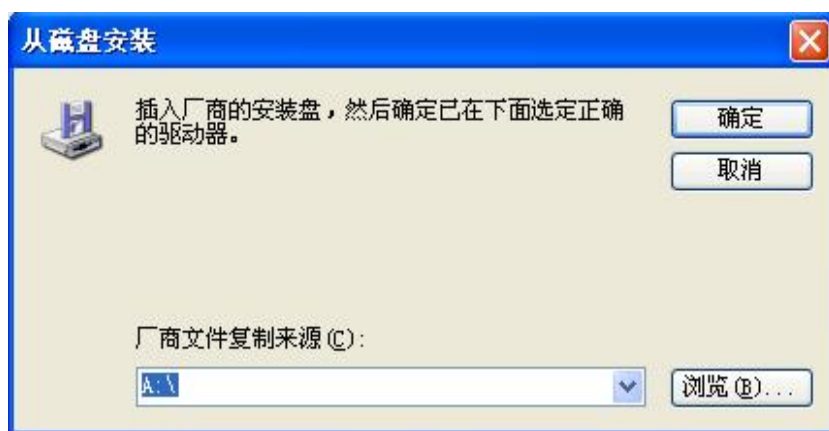
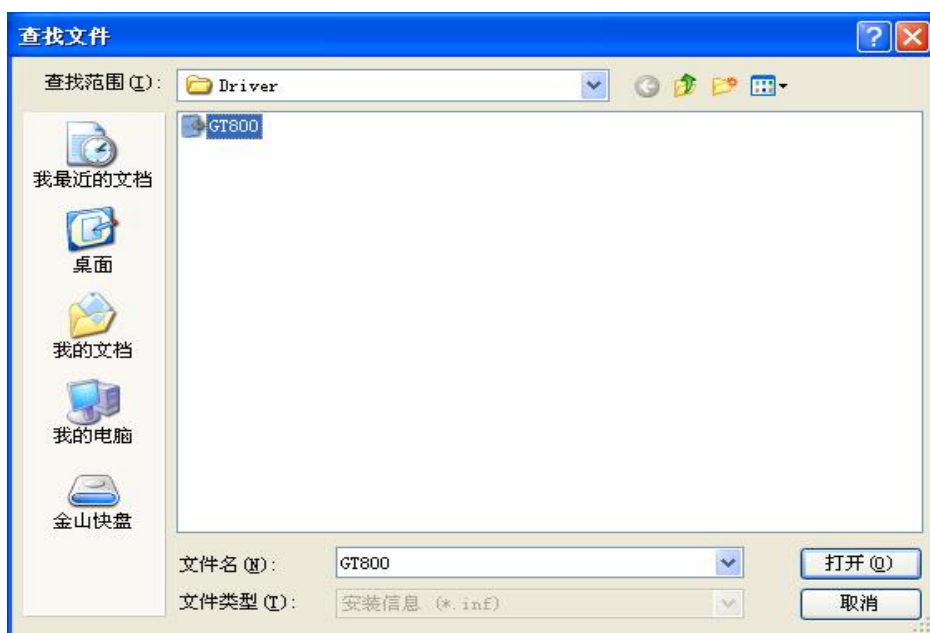

图 2-5 运动控制器驱动程序安装界面 5
图 2-6 运动控制器驱动程序安装界面 6
(6) 如图 2-5 所示点击“浏览(B)...”，选择驱动所在的路径 D:\driver 如图 2-6 所示。